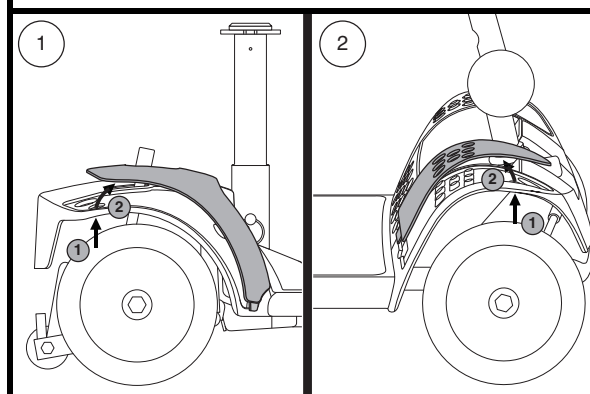

Figura 11. Pannello paraurti
2. Spingere attraverso il foro per separare il pezzo dal minisooter. Vedere figura 11.
NOTA: Quando si installa il pannello paraurti anteriore e posteriore, verificare che la scheda nella parte inferiore del pannello è inserita nell'apertura prima di fissare il pannello. Vedere figura 11.